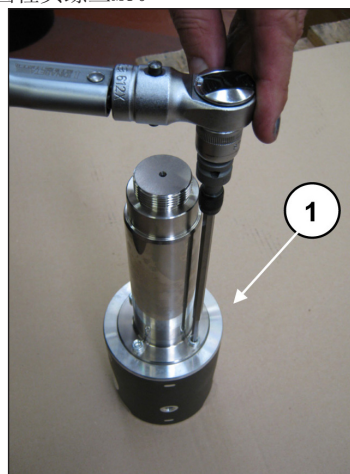

图 43
要将杆与活塞导承分开, 必须使用专用扳手 (位置①, 图 43) 拧松圆柱头螺丝M6。